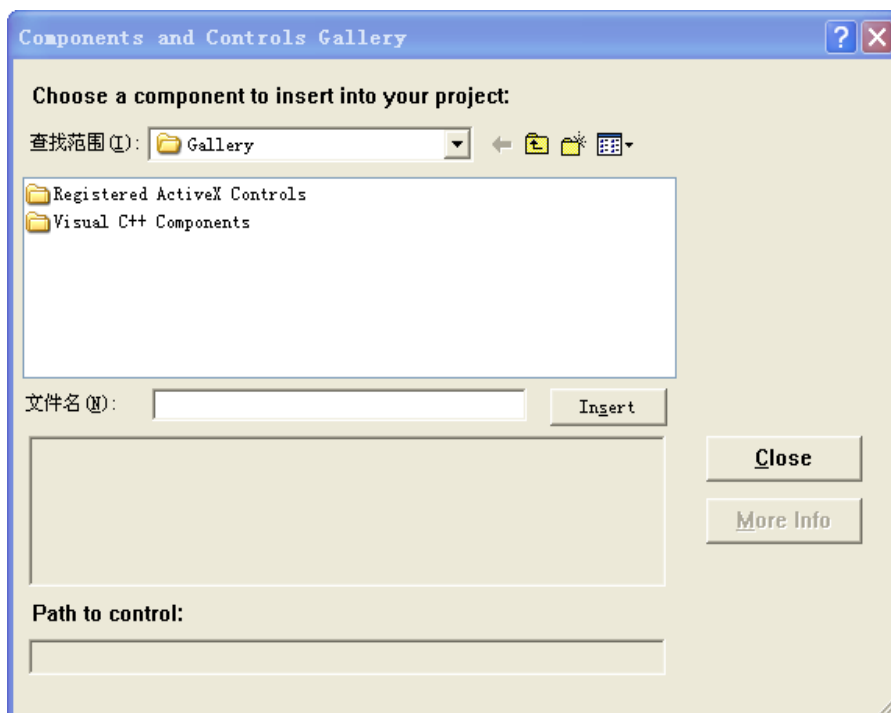

图 3.4 添加控件 Step1
4) 完成注册 MotecDriverCmd 控件后, 插入 MotecDriverCmd 控件的方法是, 选择[Project\Add To Project\Components and Control...]菜单项, 将显示如图 3.4 所示的对话框。